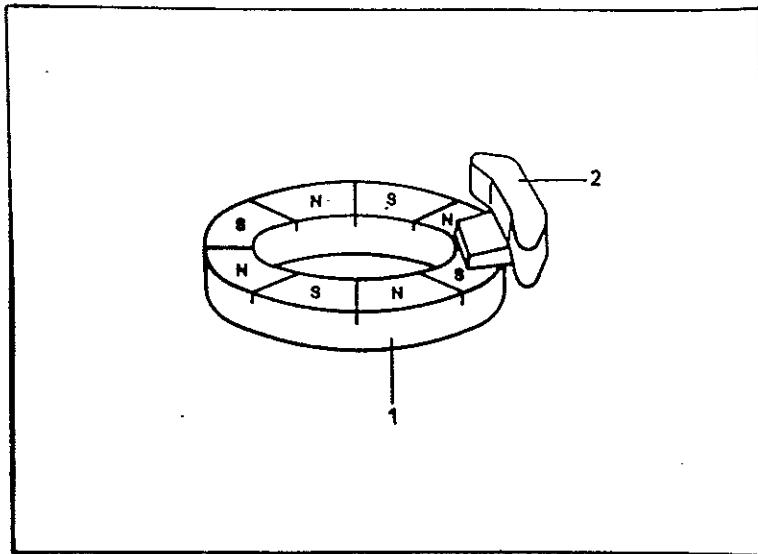

Bild 6: Hall-Effekt-Zündzeitpunktgeber
Die Signalerzeugung im Zündverteiler erfolgt durch den Positionsgeber, der in sich den Magnetrings (1) und den Hall-Sensor (2) vereint. Der Magnetrings dreht sich mit Nockenwellen- bzw. Verteilerwellendrehzahl vor dem Hall-Sensor. Durch die unterschiedliche Magnetisierung des Magnetrings in 8 Sektoren zu je 45° wechseln bei der Drehung gleichmäßig Südpol und Nordpol einander ab. Bei einer Umdrehung werden somit viermal Südpol und viermal Nordpol wirksam. Der Hall-Sensor erkennt diese magnetische Polarität und zeigt sie mit einem Ausgangswert an, es entstehen viermal etwa 0,5 V (Südpol) und viermal etwa 12 V (Nordpol) je Verteilerwellenumdrehung (Bild 6).